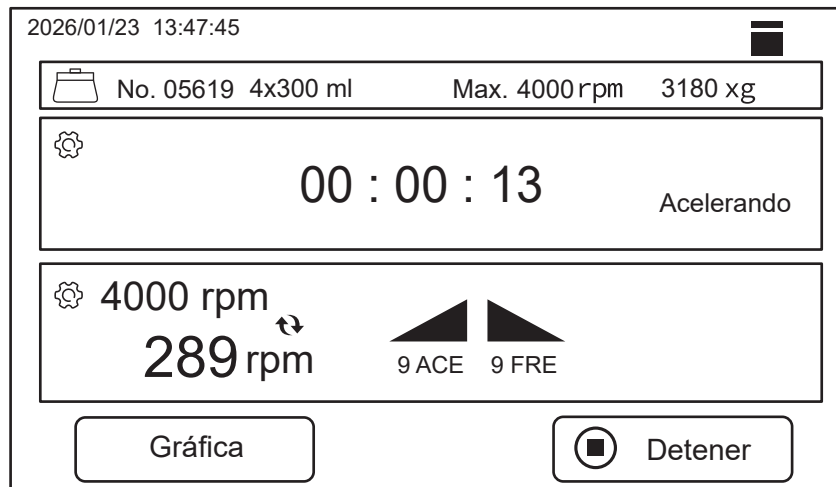

Figura 8.
- Si se opera la centrifuga a través del botón “**Pulsado**”, la interfaz de operación de inicio será como se muestra en la Figura 8.